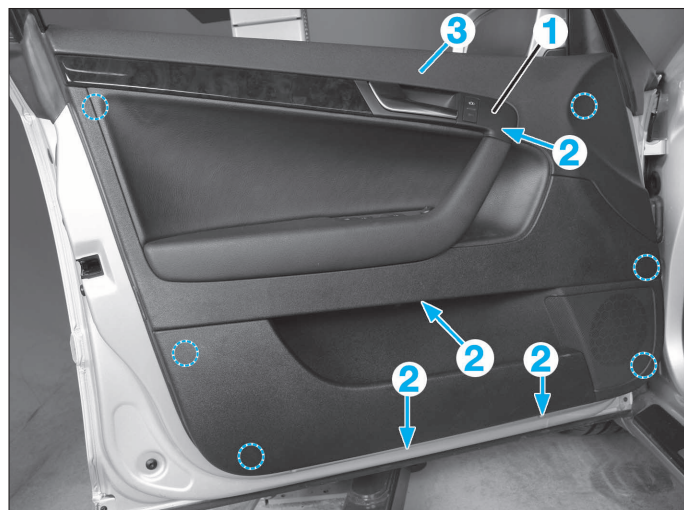

FIG. 54
- Dégrafer le cache (1) (Fig.54).